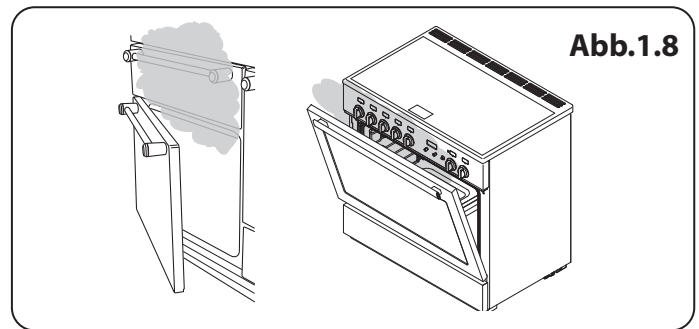

Abb.1.8
- Beim Zubereiten von Speisen mit hohem Feuchtigkeitsgehalt kann ein „Dampfstoß“ auftreten, wenn die Backofentür geöffnet wird. (**Abb.1.8**). When opening the oven, stand well back and allow any steam to disperse.